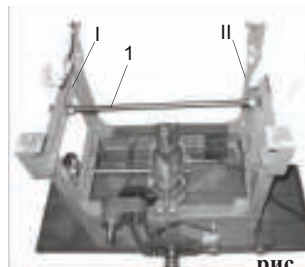

рис. 5
6.1 Распакуйте станок, после чего переверните его, так чтобы рабочий стол находился снизу, как показано на рис. 5, это необходимо для удобного монта-
жа опор (I и II) станка. Перед тем как установить опоры к основанию станка, необходимо закрепить их между собой стяжкой **1** (рис. 5), после чего прикрепить их к основанию с помощью восьми болтов и гаек, как показано на рис. 6.